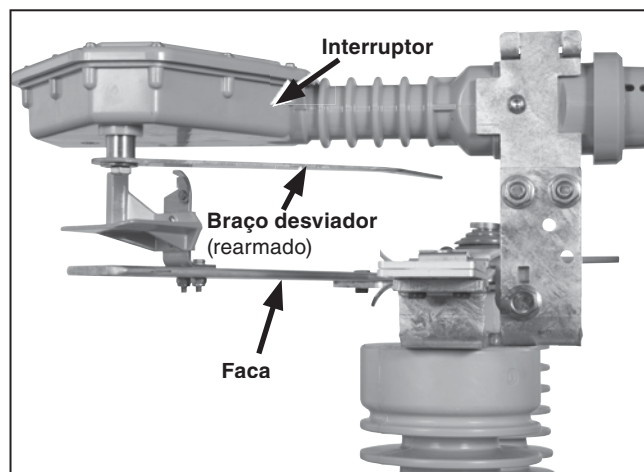

Figura 33. Assegure-se que o interruptor e o braço desviador do interruptor estejam paralelos à excursão da faca.
PASSO 21. Abra e feche a chave, examinando o alinhamento entre o interruptor e a faca. O interruptor e o braço desviador devem estar paralelos ao deslocamento da faca em cada fase. Ver Figura 33.
- (b) Quando a faca atingir sua excursão plena, o braço desviador do interruptor deve ser liberado e rapidamente retornar à sua posição **Fechada**, rearmando para a próxima operação. Ver Figura 33.